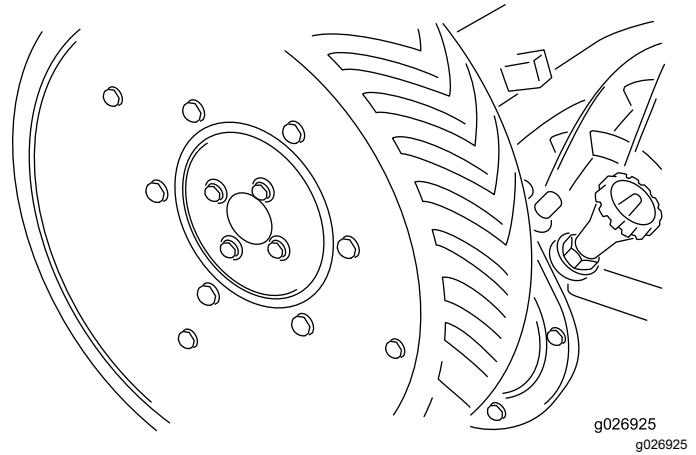

Figura 14
5. Instale as rodas motrizes com os parafusos e as anilhas de bloqueio (Figura 14).